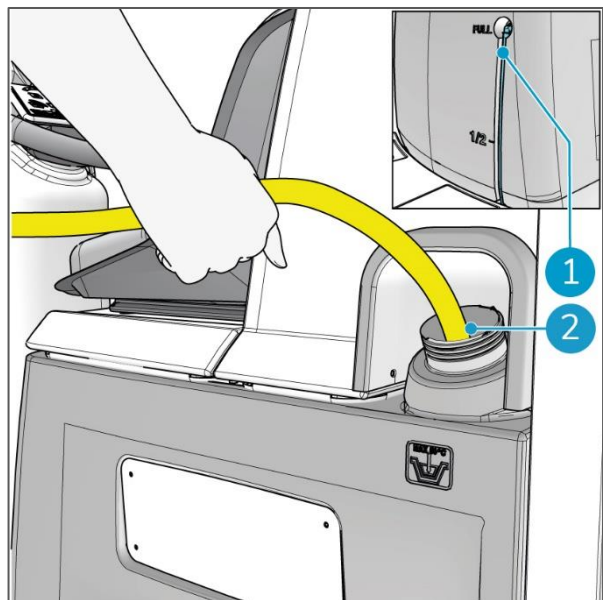

Figura 20
2. Coloca una manguera de agua en la abertura (Figura 20, pos. 2).
3. Mientras observas el indicador de nivel de solución (Figura 20, pos. 1), llena el depósito con un máximo de 58 l de agua.